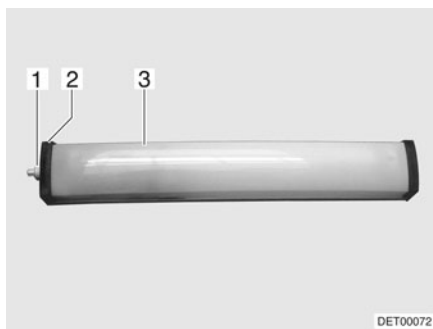

Fig. 166 Lampe de cellule
- Dévisser le cache (Fig. 166,1).
- Retirer le couvercle (Fig. 166,2).
- Enfoncer légèrement le couvercle de la lampe (Fig. 166,3) et le retirer.